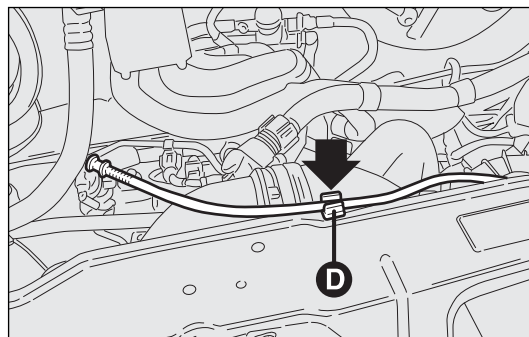
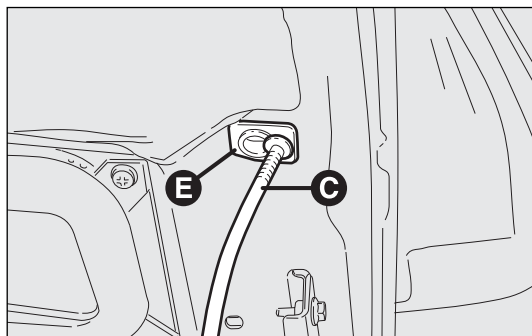

fig. 131
fig. 132
- levantar el capó y, al mismo tiempo, soltar la varilla de sujeción fig. 131 de su dispositivo de bloqueo D, luego introducir el extremo C-fig. 132 de la varilla en el alojamiento E del capó.
- ❑ mantener levantado el capó con una mano y con la otra retirar la varilla C-fig. 132 del alojamiento E y volver a introducirla en el dispositivo de bloqueo D-fig. 131;